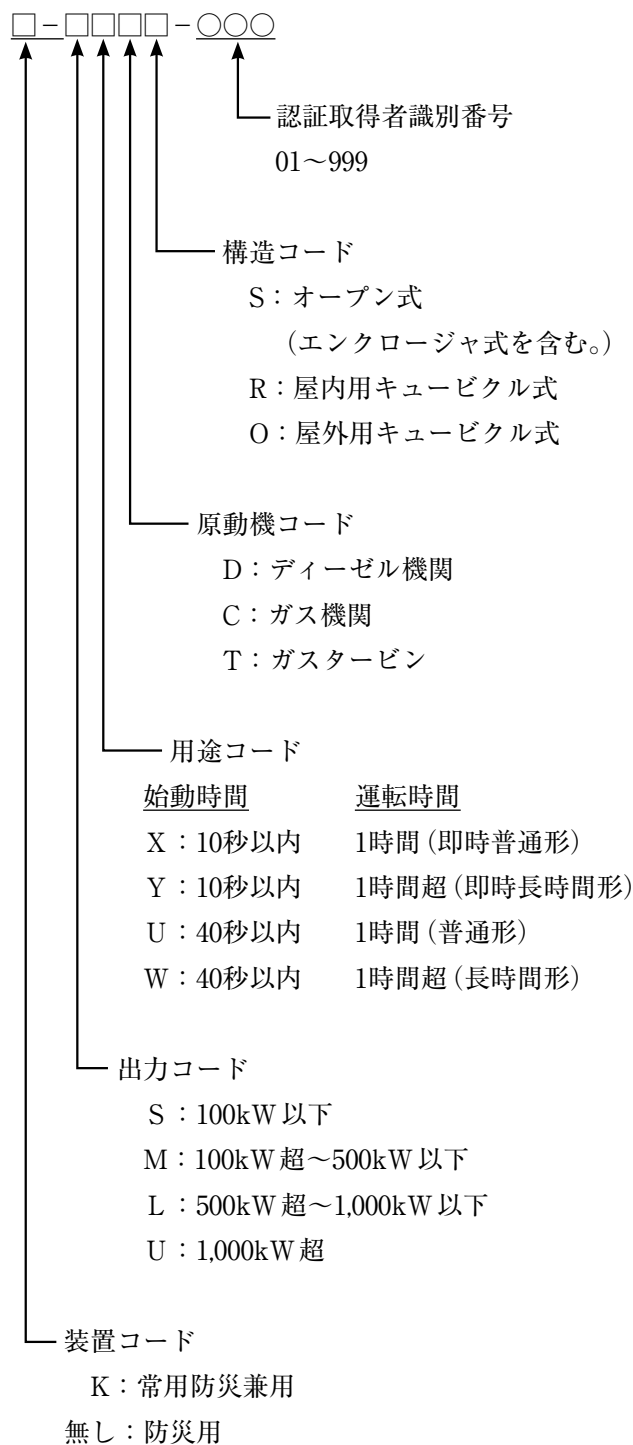

図1. 防災用自家発電装置の適合マークの見方
**A1** この適合マークには上下2段の刻印欄があります。上の欄には発電装置の形式番号と認証取得者の識別番号を刻印します。この刻印の意味をこのページの図1.に示します。下の欄には発行順の番号が刻印されますから、同じ刻印の適合マークは、世の中に一枚しかありません。これらの刻印は、発行する時点で内発協が行います。